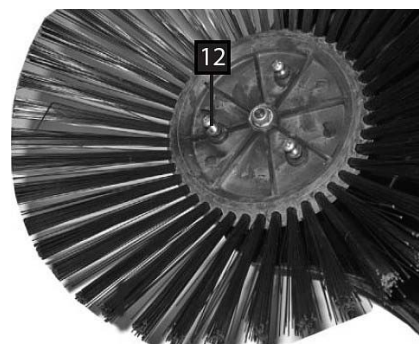

Abb. 5: Montage der Zuführbürsten
Schritt 3: Befestigen Sie die Zuführbürsten mit den Schrauben (12, Abb. 5) an den Aufnahmetellern an der Unterseite des Geräts.